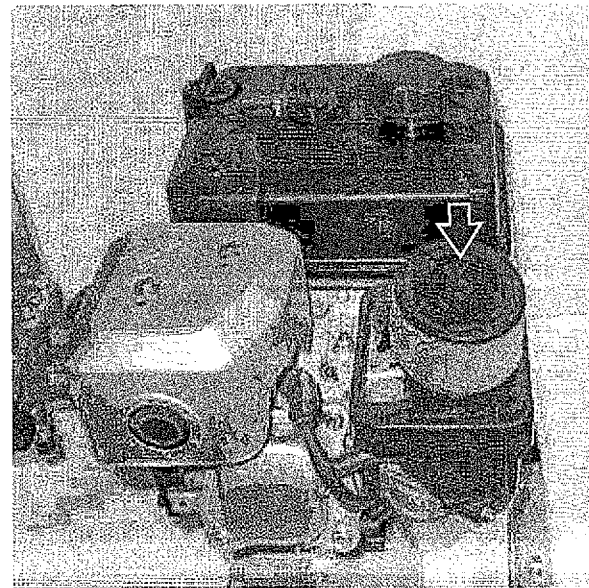

Figura 61 – Elemento del filtro de aire
5. Retire el elemento del filtro de aire y reemplácelo (Ver Figura 61).